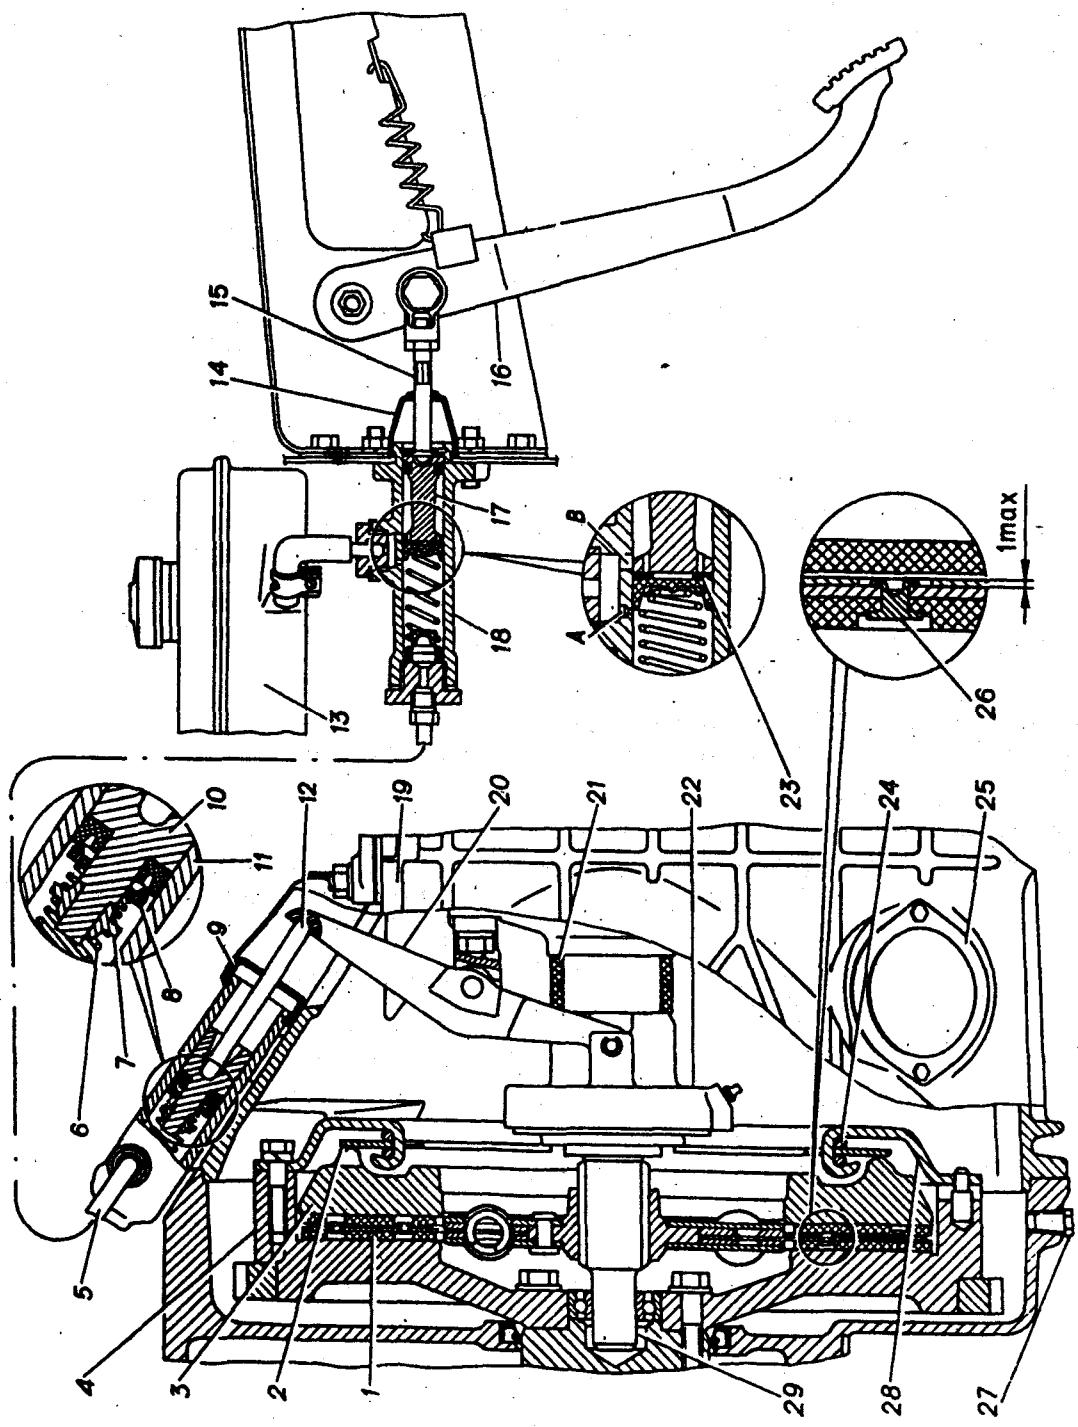

Рис. 27. Сцепление и его привод:
Устройство сцепления и его привода показано на рис. 27.
1. Освободить опору вилки 20 (рис. 27), отвинтив гайки крепления опоры.
1. Сделать метки на кожухе 28 (рис. 27) и маховике 4 у одного из болтов их крепления, чтобы при последующей сборке сохранить взаимное расположение кожуха и маховика.
2. Приклепать новыми заклепками 26 (рис. 27) новые накладки на диск. Высота расклепанной части заклепок должна быть не более 1 мм. Торцы головок заклепок должны отстоять от рабочих поверхностей фрикционных накладок не менее чем на 2 мм.
При помощи мягкой проволоки диаметром 0,5 мм проверить не перекрывает ли манжета главного цилиндра компенсационное отверстие "A" (рис. 27).